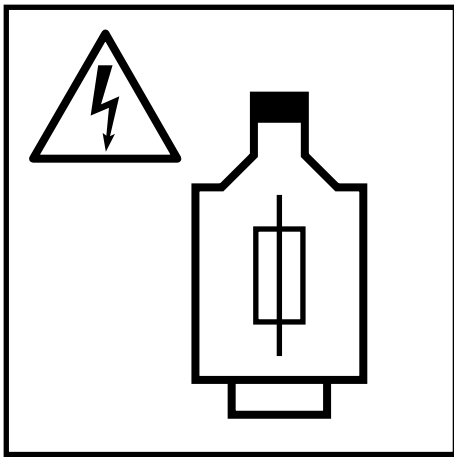

Fig.: 13
2. Considerar o uso de fusíveis para cada fase individual (Fig.: 13)